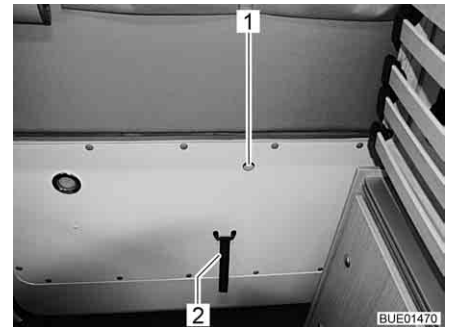

Bild 36 Frigöring baklucka, invändigt
- Dra den lilla spaken i öppningen (Bild 36,1) uppåt med fingret och tryck samtidigt mot bakluckan.
- Ta tag i kanten på bakluckan eller i bandet (Bild 36,2) och stäng bakluckan.